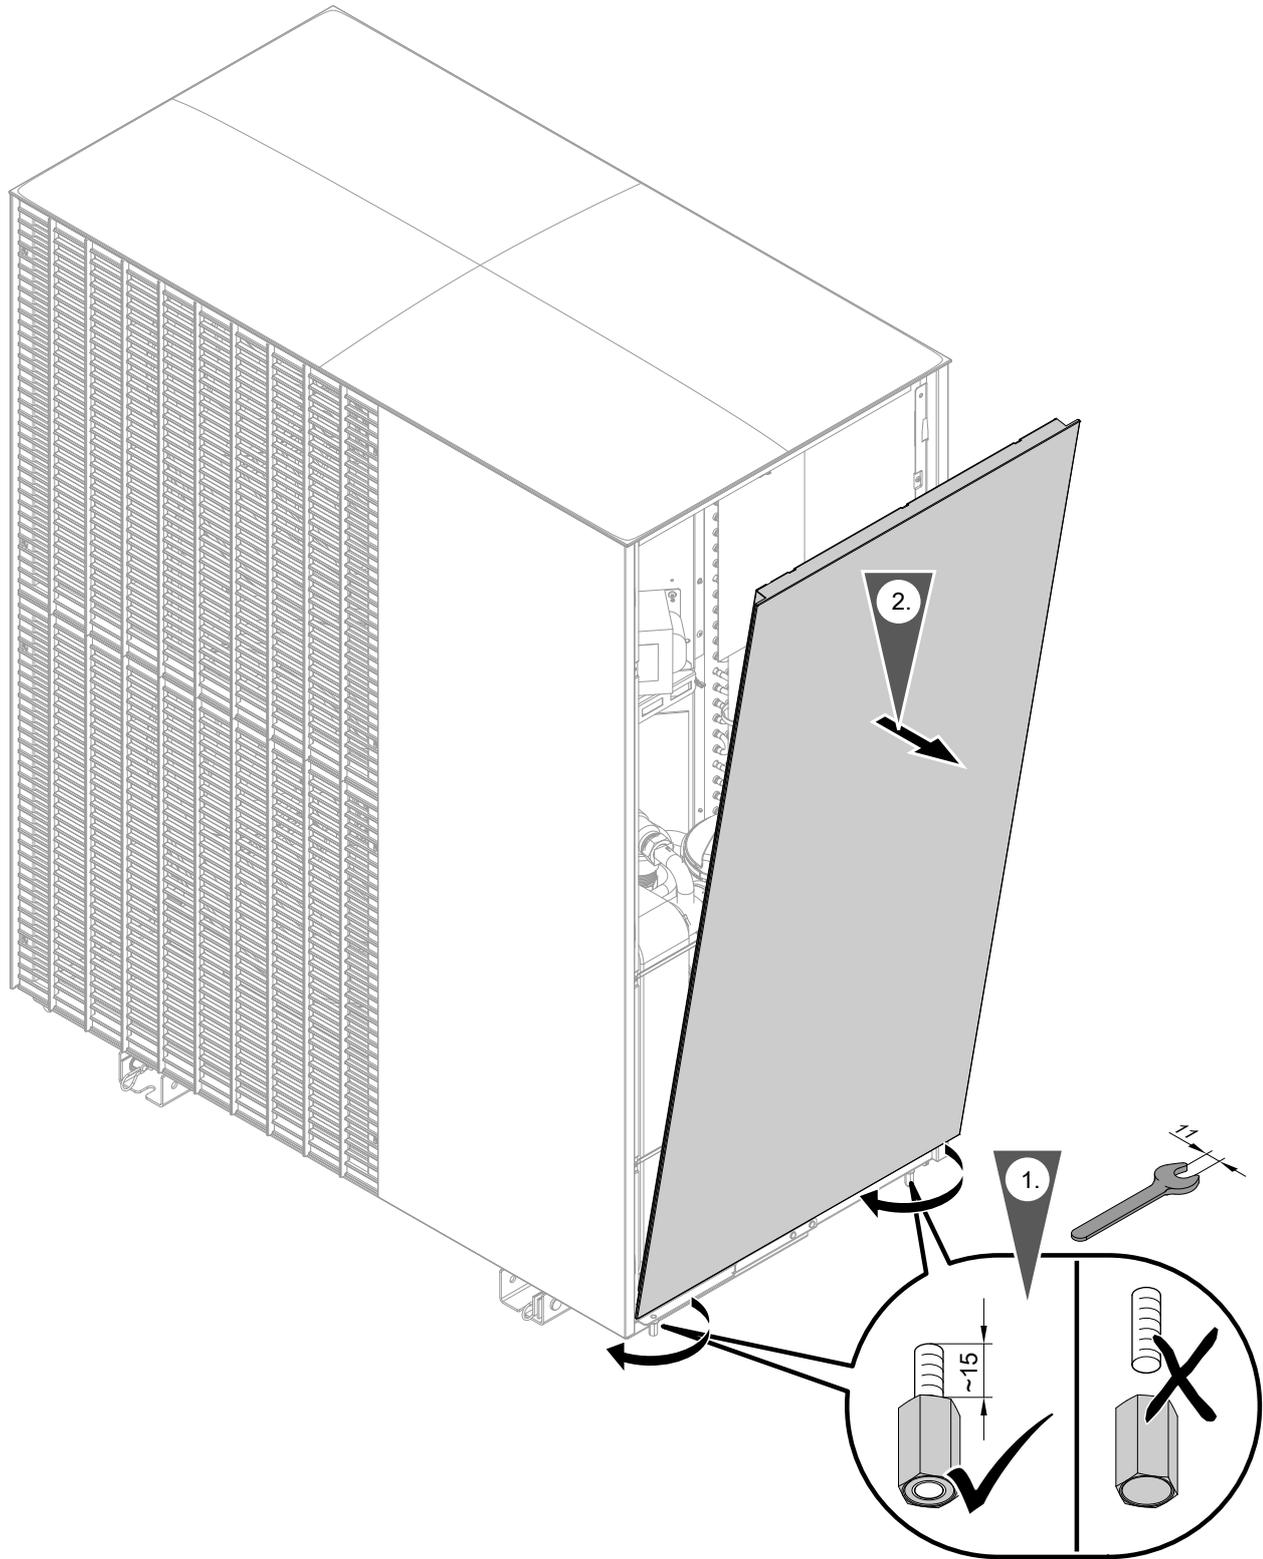

Abb. 96
1. Seitenverkleidung rechts abbauen: Siehe Abb. 96.
- 3. Seitenverkleidung rechts abbauen: Siehe Abb. 96.